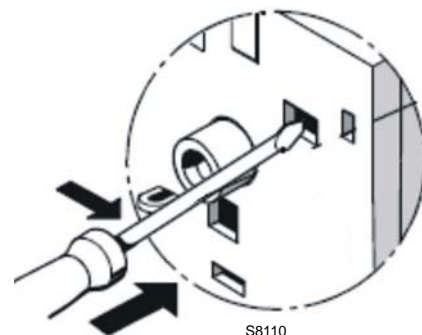

Fig. 41
- **Essai du contact NF (95-96) et NO (97-98)(Fig. 41)**